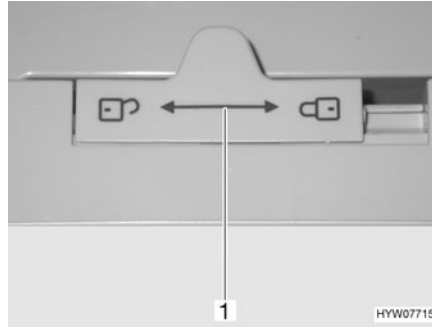

Fig. 134 Bloqueo de la puerta del frigorífico (Dometic de la serie 7)
- Empujar el bloqueo (Fig. 134,1) hacia la izquierda "🔓".
- Empujar el bloqueo (Fig. 134,1) completamente hacia la derecha "🔒".